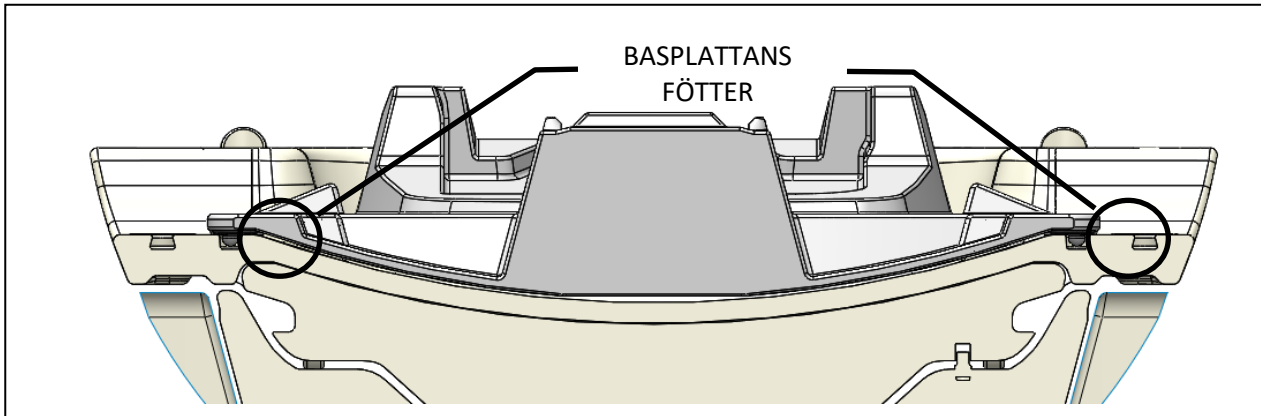

Bild 4: Placering av basplatta på MR-britsen
1. Placera TULSA-PRO®-basplattan till Ingenia på MR-britsen. Basplattans fötter ska vara i linje med de inre skenorna på britsen (*Bild 4*).